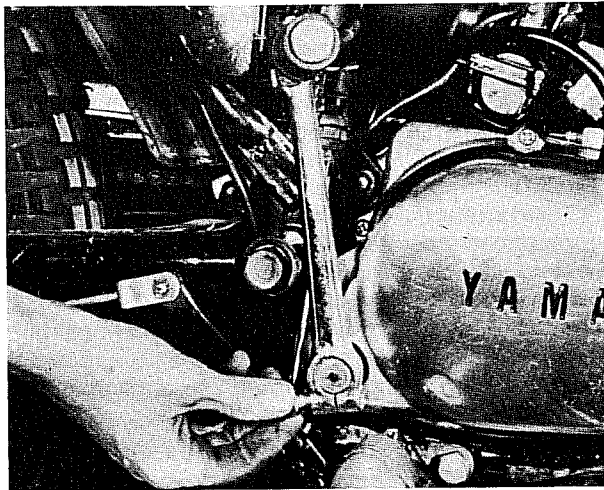

Bild 123
- Der Kickstarterhebel ist an seiner Nabe verzahnt und wird auf der ebenfalls verzahnten Welle durch Klemmschraube gesichert. Am anderen Ende des Hebels ist der Tretarm schwenkbar gelagert und kann nach dem Anlassen des Motors in die Motorradkontur eingeklappt werden. Er wird dort von einer ebenen Scheibe, einer Wellscheibe und einem Sicherungsring so gehalten, dass er in jeder gewünschten Stellung infolge der von der Wellscheibe aufgetragenen Eigenreibung stehenbleibt (Bild 123).